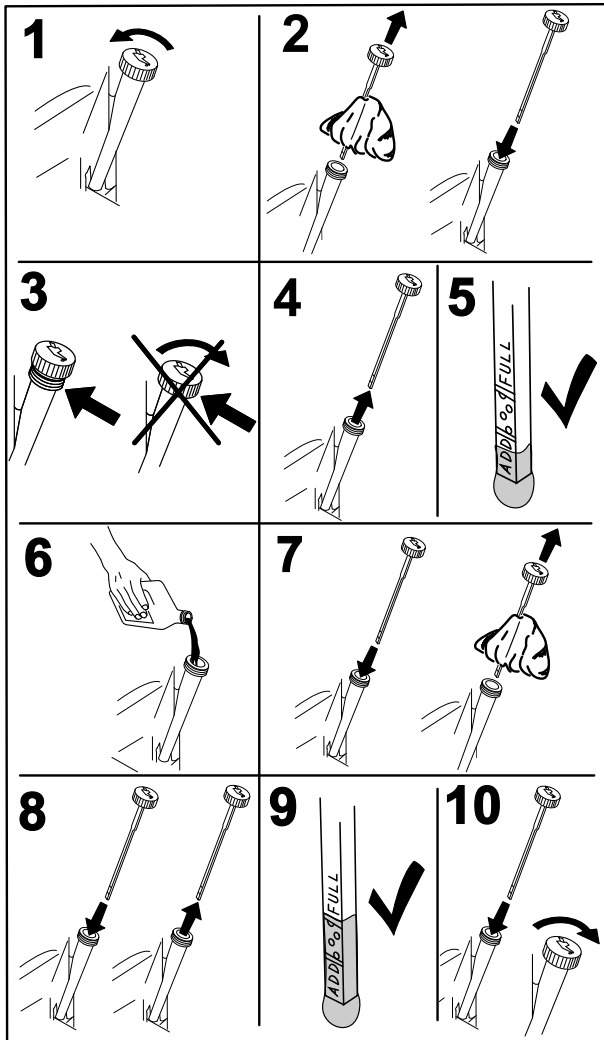

Figura 42
2. Pare el motor, retire la llave y espere a que se detengan todas las piezas en movimiento antes de abandonar el puesto del operador (Figura 42).